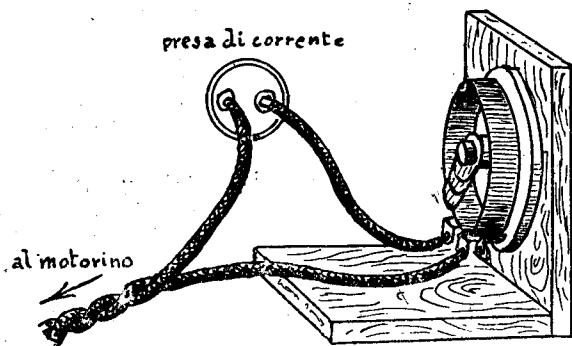

Fig. 11
Esso va inserito su uno dei due fili che portano la corrente al motorino, come pure risulta dalla fig. 11, e permetterà in tal modo la necessaria regolazione di velocità. (1)
(1) Può darsi che, durante il funzionamento del motorino, tale potenziometro o reostato (che è usato come ripiego) si riscaldi eccessivamente si da provocare la bruciatura della parte isolante. Quindi, alla prima prova, si sarà pronti a staccare la presa di corrente se si noterà un principio di bruciatura.